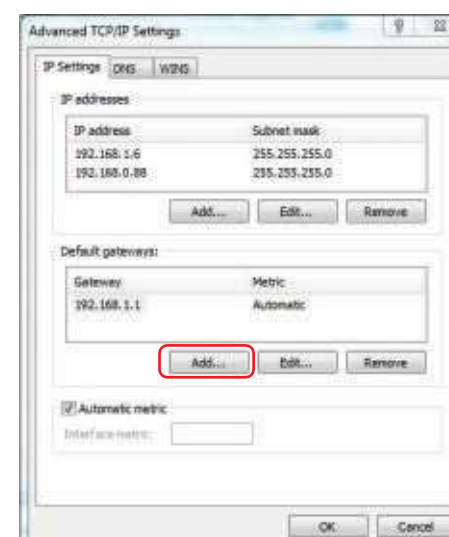

Fig. 6.10
(4) Reveniți la “Advanced TCP/IP settings”, adăugați gateway făcând clic pe “Add...” așa cum este indicat în Fig. 6.10.